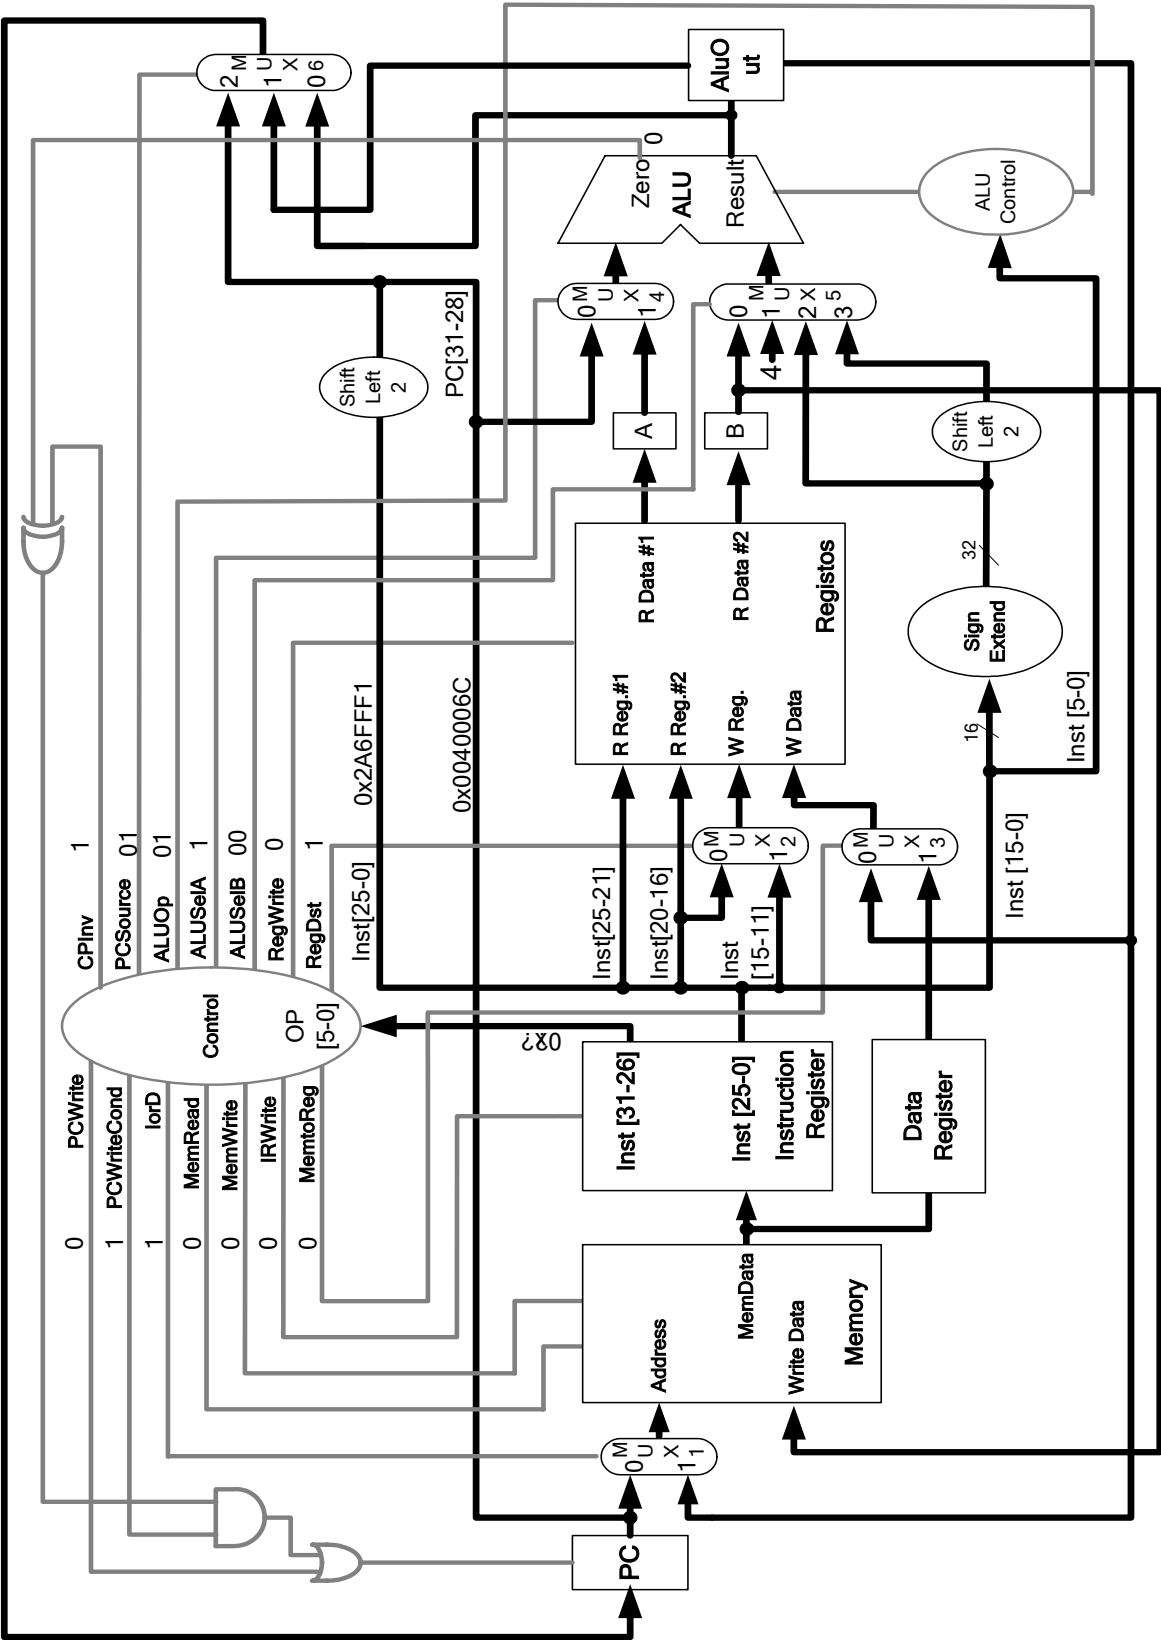

Figura 1
4. Considere o *datapath* e a unidade de controlo fornecido na Figura 1 (ligeiramente alterado em relação à versão das aulas teóricas), sabendo que corresponde a uma implementação multi-ciclo simplificada do MIPS, sem *pipelining*.
5. Considere, na Figura 2, as tabelas ali apresentadas. Admita que o valor presente em **\$PC** corresponde ao endereço da primeira instrução, que nesse instante o conteúdo dos registos é o indicado, e que vai iniciar-se o “*instruction fetch*” dessa instrução. Considere ainda o *datapath* e a unidade de controlo fornecido na Figura 1.